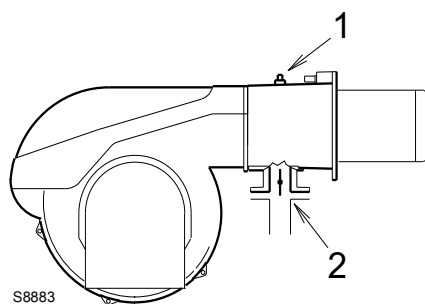

图 23
测试点 1)( 图 23) 处测得的燃气压力，此时：
燃气蝶阀 2)( 图 23) 处的压力损失，此时蝶阀最大开启角度为：90°。
- 用测试点 1)( 图 23) 处测得的燃气压力减去炉膛背压。
测试点 1)( 图 23) 处燃气压力 = 9,0 mbar
了解测试点 1)( 图 23) 处所需燃气压力，将燃烧器以最大出力运行，然后：
- 读出右边栏 1 所示插座压力 1)( 图 23)。
测试点 1)( 图 23) 处压力。